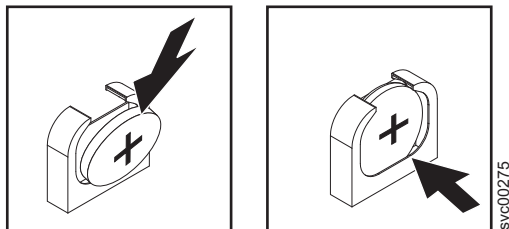

図 145. SAN ボリューム・コントローラー 2145-8G4 CMOS バッテリー・ホルダー
- b. バッテリーを下に押し、所定の場所でカチッと音を立てるまでソケットに入れます。図 145 に示すように、バッテリー・クリップがバッテリーを確実に保持するようにします。